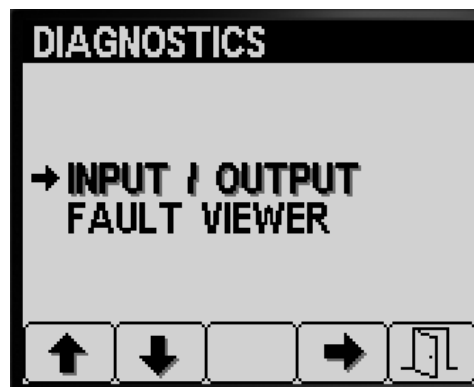

Figura 84
1. Pulse el botón 1 o el botón 2 en la pantalla Diagnostics (Diagnósticos) hasta que llegue a la opción INPUT/OUTPUT (entradas/salidas (Figura 84).
2. Pulse el botón 3 para seleccionar la opción INPUT/OUTPUT (entradas/salidas) (Figura 84).
4. Pulse el botón 5 para salir de la pantalla INPUT/OUTPUT (entradas/salidas), y volver a la pantalla DIAGNOSTIC (diagnósticos) (Figura 84).